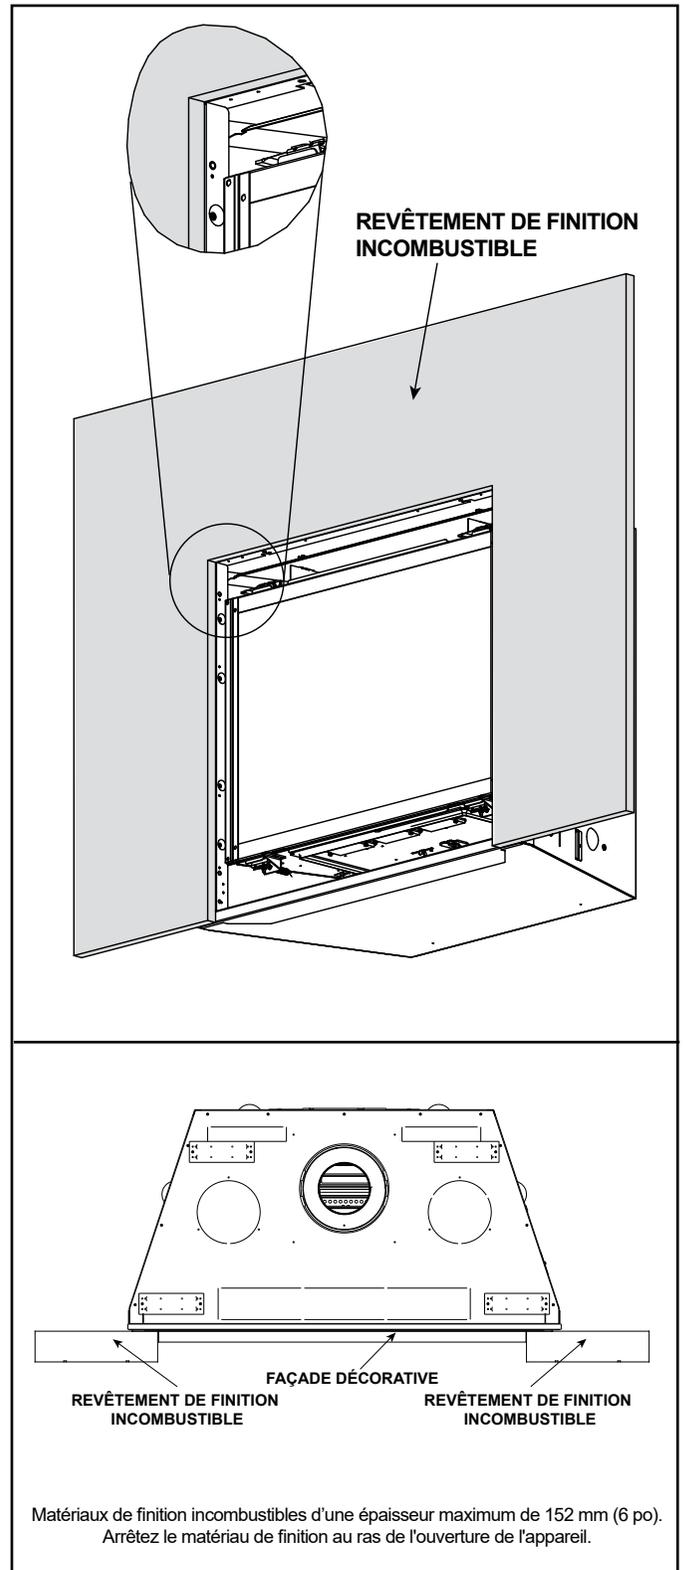

Figure 10.14 Méthode d'ajustement intérieur
- B. Finition d'un matériau d'une épaisseur de 0 à 152 mm : Utilisez cette méthode avec les façades à ajustement intérieur. Les bandes de finition ne sont pas nécessaires. Voir la figure 10.14.